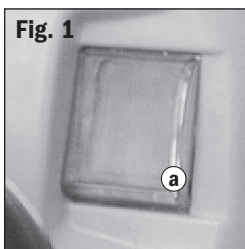
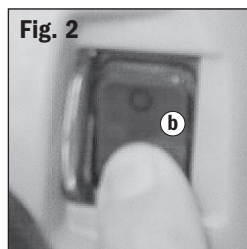

Fig. 1
Fig. 2
Le couvre-interrupteur (a) transparent empêche les démarrages accidentels de la défonceuse (Fig.1). Il doit être escamoté pour pouvoir démarrer la défonceuse. Le couvre-interrupteur restera ouvert jusqu'à ce que la défonceuse soit mise hors circuit. Fig. 2.
1. Mettez l'interrupteur d'alimentation (b) sur « off » (arrêt) et laissez le couvre-interrupteur se refermer. (Fig. 1) (Le couvre-interrupteur se referme lorsque le verrouillage de la douille de serrage s'enclenche.)